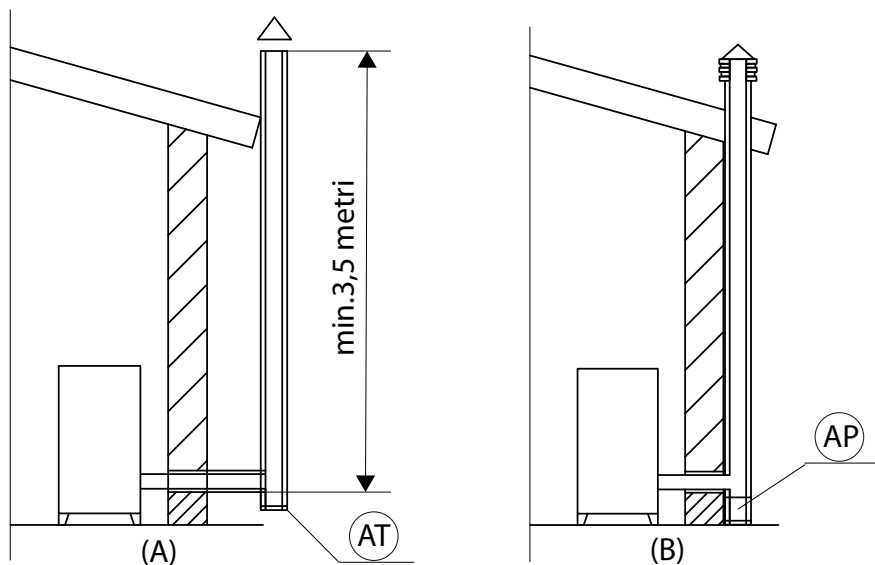

FIGURE 1 - CONDUIT DE FUMÉES
Un simple puits de lumière en ciment doit être entubé de manière appropriée. Dans les deux cas, prévoir un bouchon d'inspection (AT) ou un volet d'inspection (AP) - FIG. 1.